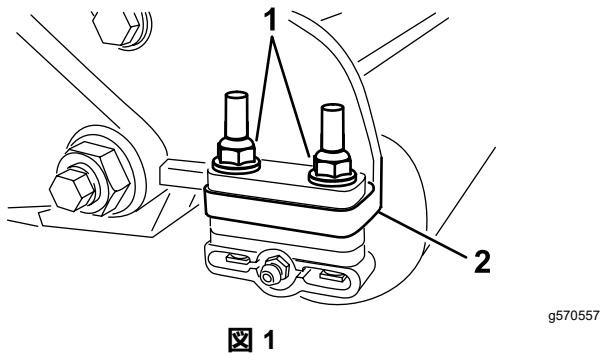

図1
2. 各ローラー ブラケットをサイド プレートに固定しているフランジロックナット2個とワッシャー2個を取り外す(図1)。ボルトは外さないこと。